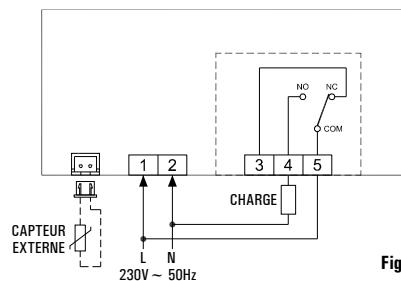

Fig. 5
- 4** Exécuter les connexions électriques selon les schémas de connexion des Fig. 5 et 6.